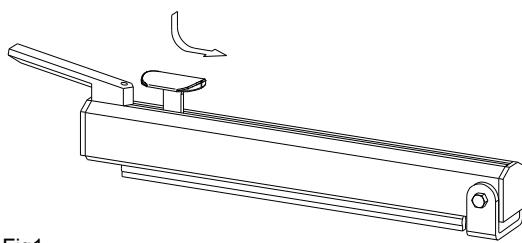

Fig1
3. Durch herunterdrücken und verschieben des Messerschlittens nach links und nach rechts, während des Schweiß- und Kühlvorgangs, kann die überschüssige Folie abgeschnitten werden (fig 1).
3. Para cortar, se aprieta el botón rojo en la parte superior del brazo, y se mueve rápidamente la cuchilla hacia la izquierda o hacia la derecha cuando el brazo está colocado sobre la barra selladora (fig. 1).
3. Si nécessaire, on peut couper la partie au dessus de la soudure à l'aide du couteau pressant le bouton rouge et en le faisant passer d'un coté à l'autre du bras, lorsque celui-ci est abaissé (pendant la soudure). (fig. 1).
3. Overskæring af folien sker ved at trykke knivholderen ned og føre denne på tværs af kæben under svejse- og køletiden. (fig 1)
3. Vid avskärning: Pressa ned knivhållaren och för knivsläden snabbt över folien under tiden armen är i nedpressat läge (fig.1).
- Folien kan kuttes ved å trykke den røde knivholderen på sveisearmen ned og samtidig skyve den til den andre siden av armen, mens denne er nede (fig.1).